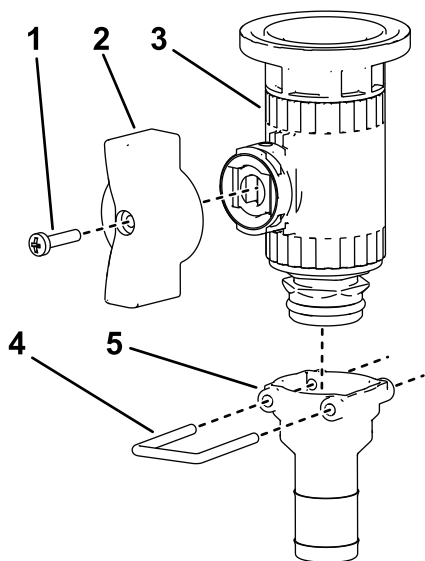

Figura 39
1. Monte o manípulo de asa e a união reta na válvula de controlo flangeada (Figura 39).
2. Monte a união reta na válvula de controlo flangeada com o fixador, conforme mostrado na Figura 39.